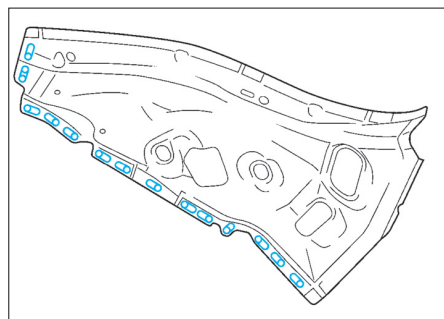

FIG. 109
- Effectuer des trous oblongs de 8 x 20 mm sur le renfort de tôle de feu arrière neuf (Fig.109).